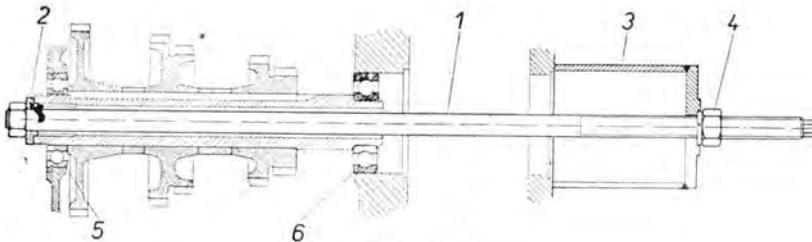

Abb. 128
3. Mit Hilfe eines Abziehers (Abb. 128) ist die Vorgelegewelle samt Lager 6210 (6208, 6310) abzuführen. Vor dem Ansetzen der Abziehschraube (Abb. 128/1) ist unter den Schraubenkopf eine Stützunterlage (Abb. 128/2) aufzuschieben. Auf die andere Seite der Abziehschraube ist ein Distanzrohr aufzusetzen (Abb. 128/3) und die Mutter (Abb. 128/4) aufzuschrauben.
Durch Einschrauben der Mutter wird die Vorgelegewelle aus dem Lager 6209 N (6208 N, 6211 N — Abb. 128/5) herausgedrückt und das Lager 6210 (6208 N, 6211 N — Abb. 128/6) ist aus der dritten Innenwand des Getriebegehäuses samt der Vorgelegewelle herauszupressen.